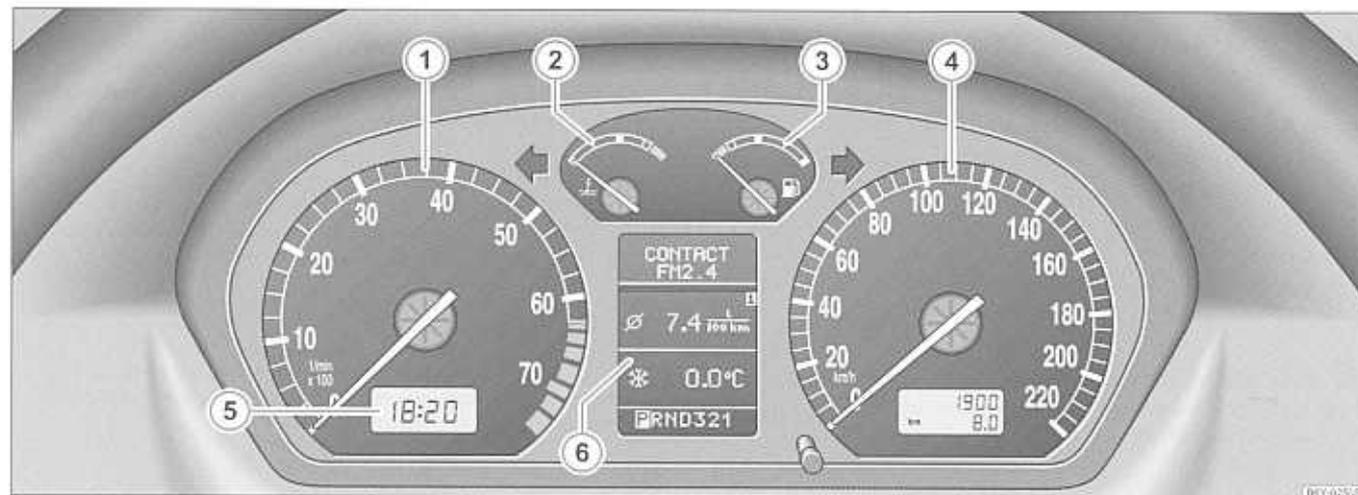

Fig. 3 Cuadro de instrumentos
El comienzo de la zona roja en el cuentarrevoluciones ① → página 13, fig. 3 marca el número de revoluciones máximo admisible para todas las marchas del motor rodado y a la temperatura de servicio. Antes de alcanzar esta zona, se debe cambiar a la marcha inmediatamente superior o seleccionar la posición D de la palanca selectora del cambio automático.
El indicador de la temperatura del líquido refrigerante ② → página 13, fig. 3 funciona sólo con el encendido conectado.
El indicador de nivel de combustible  → página 13, fig. 3 funciona sólo con el encendido conectado.
Para poner en hora el reloj hay un botón de reposición en el lado inferior izquierdo, junto al velocímetro ⇒ página 13, fig. 3.